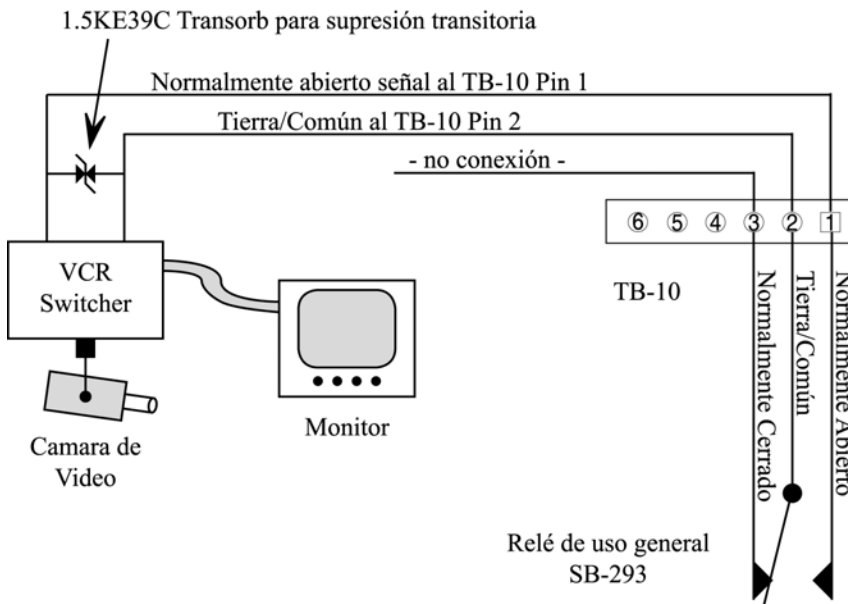

Figura 18: Salida de Uso General (GP) – Relé Normalmente Abierto
- Vea Figura 18 para un dibujo de ejemplo de un Relé de Uso General (GP) Normalmente Abierto